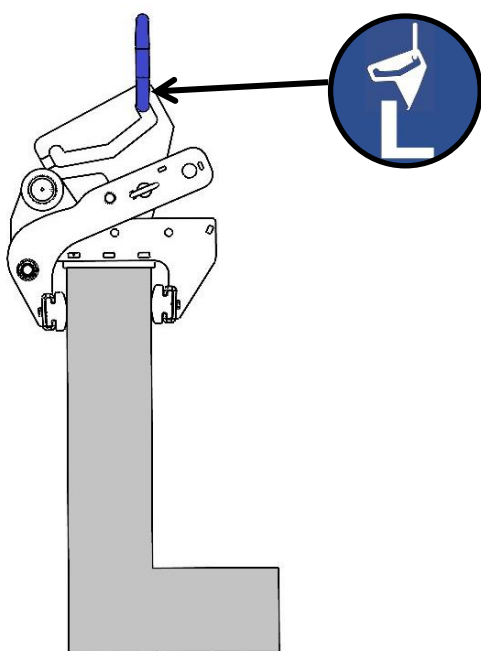
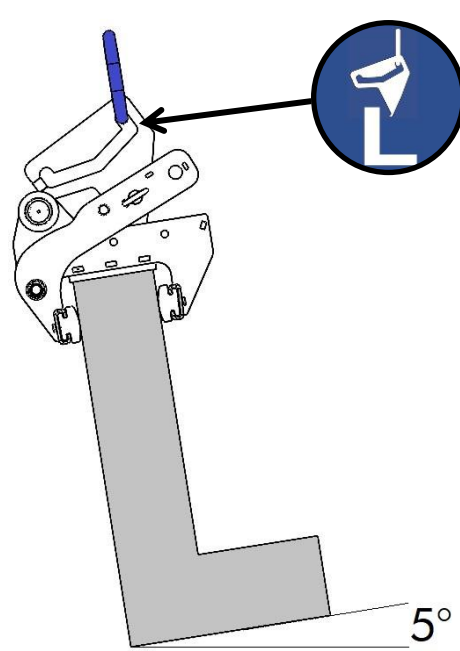
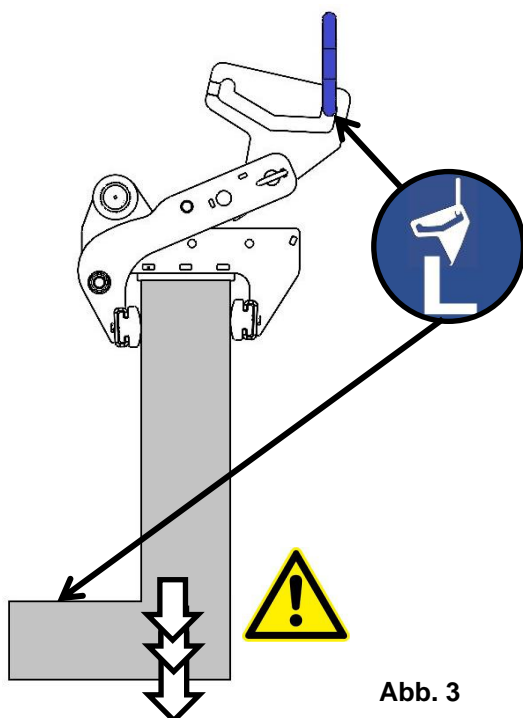

Abb. 1
Abb. 2
Abb. 3
Zur Veränderung des Greifbereichs muss zuerst der Klapstecker (1) entfernen und dann der Steckbolzen (2) herausgezogen werden (→ Abb. 1).
Nun können die jeweiligen Teile entsprechend verschoben werden (→ Abb. 2 bzw. Abb. 3).
Die meisten Greifgüter (L-Steine) mit außermittigem Schwerpunkt können mit dem Gerät (WEZ) senkrecht versetzt werden (→ Abb. 1). Es gibt jedoch Elemente mit extrem außermittigen Schwerpunkten, die **nicht über den Schwerpunktausgleich eingestellt werden können**. In diesen Fall ist ein **maximaler Schräglagenwinkel von max. 5°** beim Anhebevorgang zulässig (→ Abb. 2).